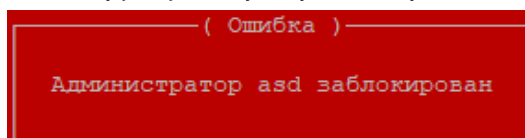

Рисунок 58 – Блокирование пользователя
- при активации чекбокса напротив пунктов «Счетчик аутентификации» и/или «Счетчик попыток входа» и по истечении количества попыток аутентификаций и/или количества попыток входа соответственно (см. пункты 4.6.1.4.7 - 4.6.1.4.8) Изделие автоматически блокирует пользователя (см. рисунок 58);
Параметр может принимать значения от 1 до 8. При превышении заданного значения Изделие блокирует пользователя и подает звуковой сигнал при наличии технической возможности (см. рисунок 58). Заблокированного пользователя может разблокировать только администратор с полными правами вручную через редактирование учетной записи пользователя.
Параметр может принимать значения от 1 до 9999. При превышении заданного значения Изделие блокирует пользователя и подает звуковой сигнал при наличии технической возможности (см. рисунок 58). Заблокированного пользователя может разблокировать администратор с полными правами только вручную через редактирование учетной записи пользователя.